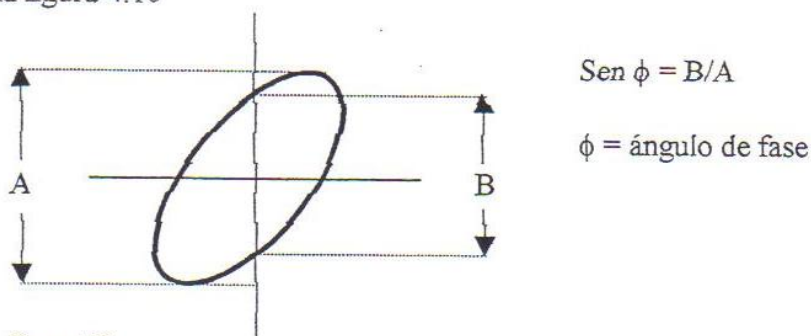

Figura 4.10
Sí las dos señales están en fase, la señal en el osciloscopio es una línea recta. Sí la ganancia horizontal y vertical son ajustadas correctamente, esta línea está a 45°. Un desplazamiento en fase de 90° produce una muestra circular en el osciloscopio. Un desplazamiento de fase menor ó mayor a 90° produce una muestra elíptica. En todo caso, el desplazamiento de fase, puede ser calculado de la figura en el osciloscopio, como se muestra en la figura 4.10
4.F.1 Derive la expresión que aparece en la figura 4.10.